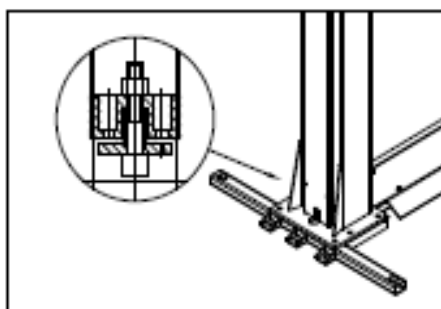

Fig. 16
3. En caso de una gran fuga repentina en el circuito hidráulico (una tubería rota), las válvulas de bloqueo, en la parte inferior de cada cilindro, se dispararán (fig.16).